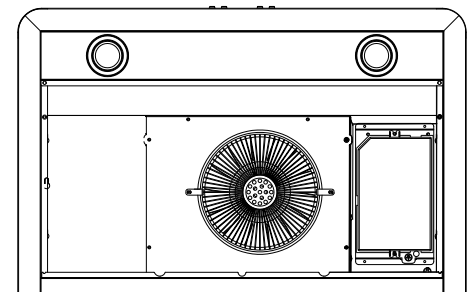

Figure 8
- **AVERTISSEMENT : TOUS LES CONNECTEURS DOIVENT ÊTRE EN FERMÉS DANS LE COMPARTIMENT DU CÂBLAGE (voir figure 8).**